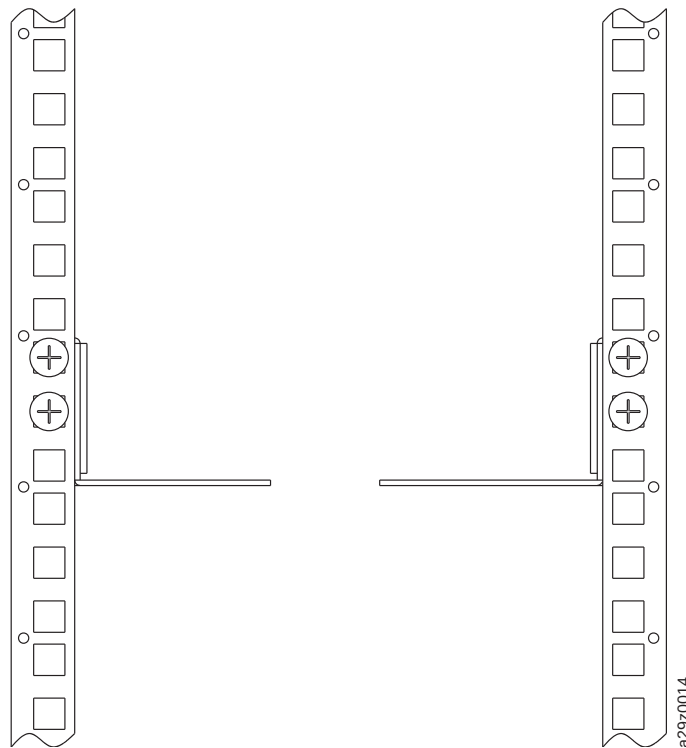
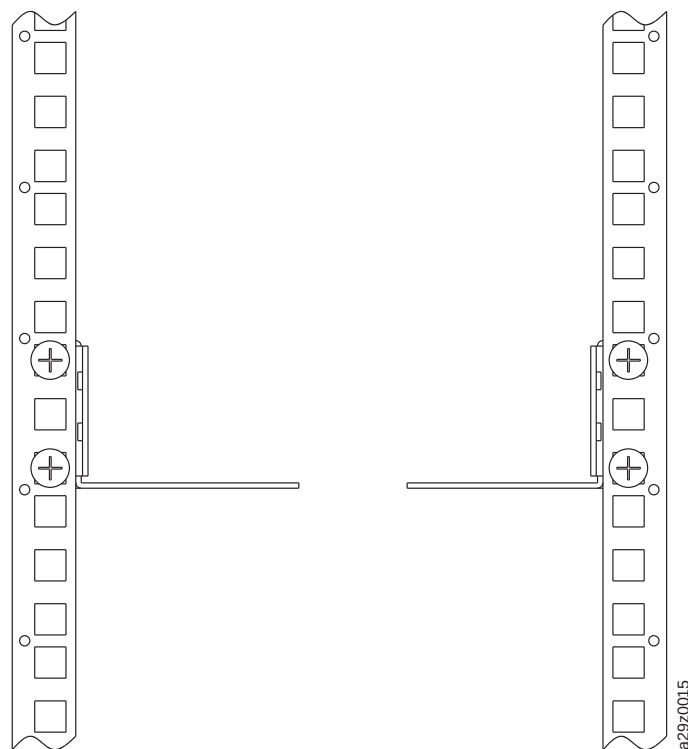

Figura 17. Ubicaciones de los tornillos de montaje en bastidor para los rieles verticales frontales
Figura 18. Ubicaciones de los tornillos de montaje en bastidor para los rieles verticales posteriores
2. Determine la ubicación en la que se va a instalar el bastidor para la biblioteca. Con un lápiz, marque la ubicación de los rieles verticales frontales (Figura 17) y los rieles verticales posteriores (Figura 18 en la página 24) en el bastidor.
7. Instale los conjuntos de rieles en el bastidor (Figura 23 en la página 27). Asegúrese de que los 3 agujeros de la parte frontal de la unidad se alinean con el espacio de 1U marcado en los rieles verticales en el paso 2. Fije los rieles al bastidor con 4 tornillos de cabeza plana **9** en cada lado del bastidor. Utilice las dos ubicaciones de los tornillos en la parte posterior del riel de bastidor (Figura 18 en la página 24). Utilice las ubicaciones de los tornillos superiores y centrales en la parte delantera del riel del bastidor (Figura 17 en la página 23).